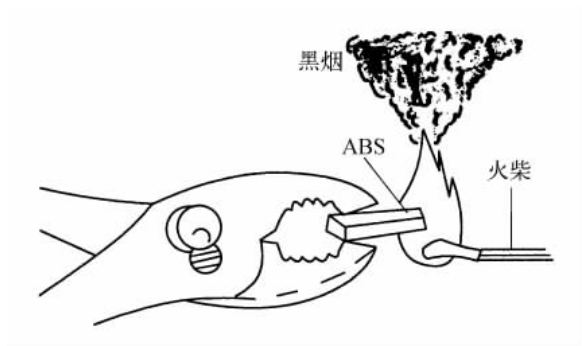

图 5-3 塑料的燃烧试验
(5) 通过燃烧试验识别 不同的塑料有着不同的燃烧特性, 并且有一些塑料会释放出独特的气味。进行燃烧法测试时可以从未知材料上取下少量碎片, 用钳子夹住或用绳子拴住其末端, 用火柴或酒精喷灯小心地点燃它, 如图 5-3 所示。表 5-4 列出了此种燃烧试验法测试的结果。